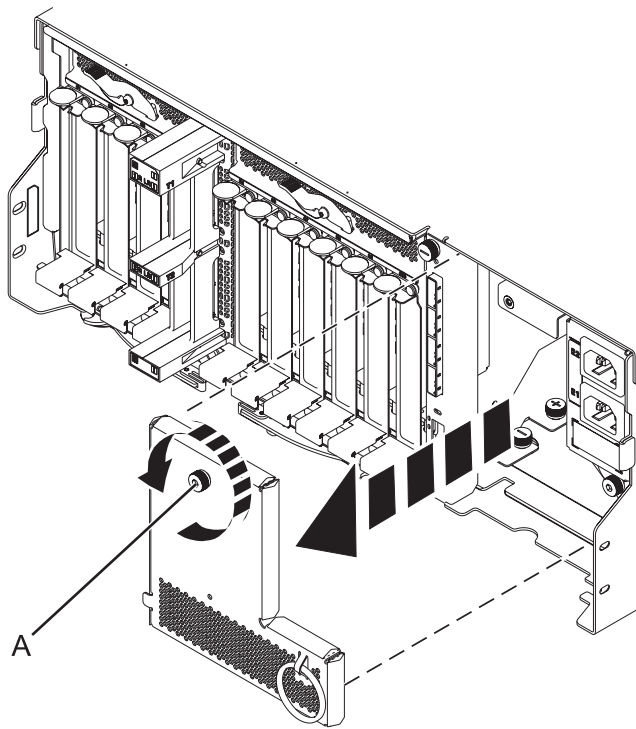

Figure 79. Retrait de la plaque d'alimentation
10. Retirez la plaque d'alimentation en tournant la vis moletée (A) et en ôtant la plaque du système, comme indiqué dans la figure 79.